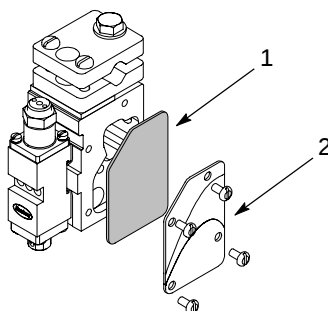

Fig. 18: Position correcte du joint plat sur les pistolets étanches à l'eau
4. Installer à nouveau le couvercle du distributeur du côté le plus près de l'endroit où le cordon est relié au distributeur. Pistolets étanches à l'eau : s'assurer que le joint plat est en bon état et positionné correctement, comme indiqué sur la figure 18.